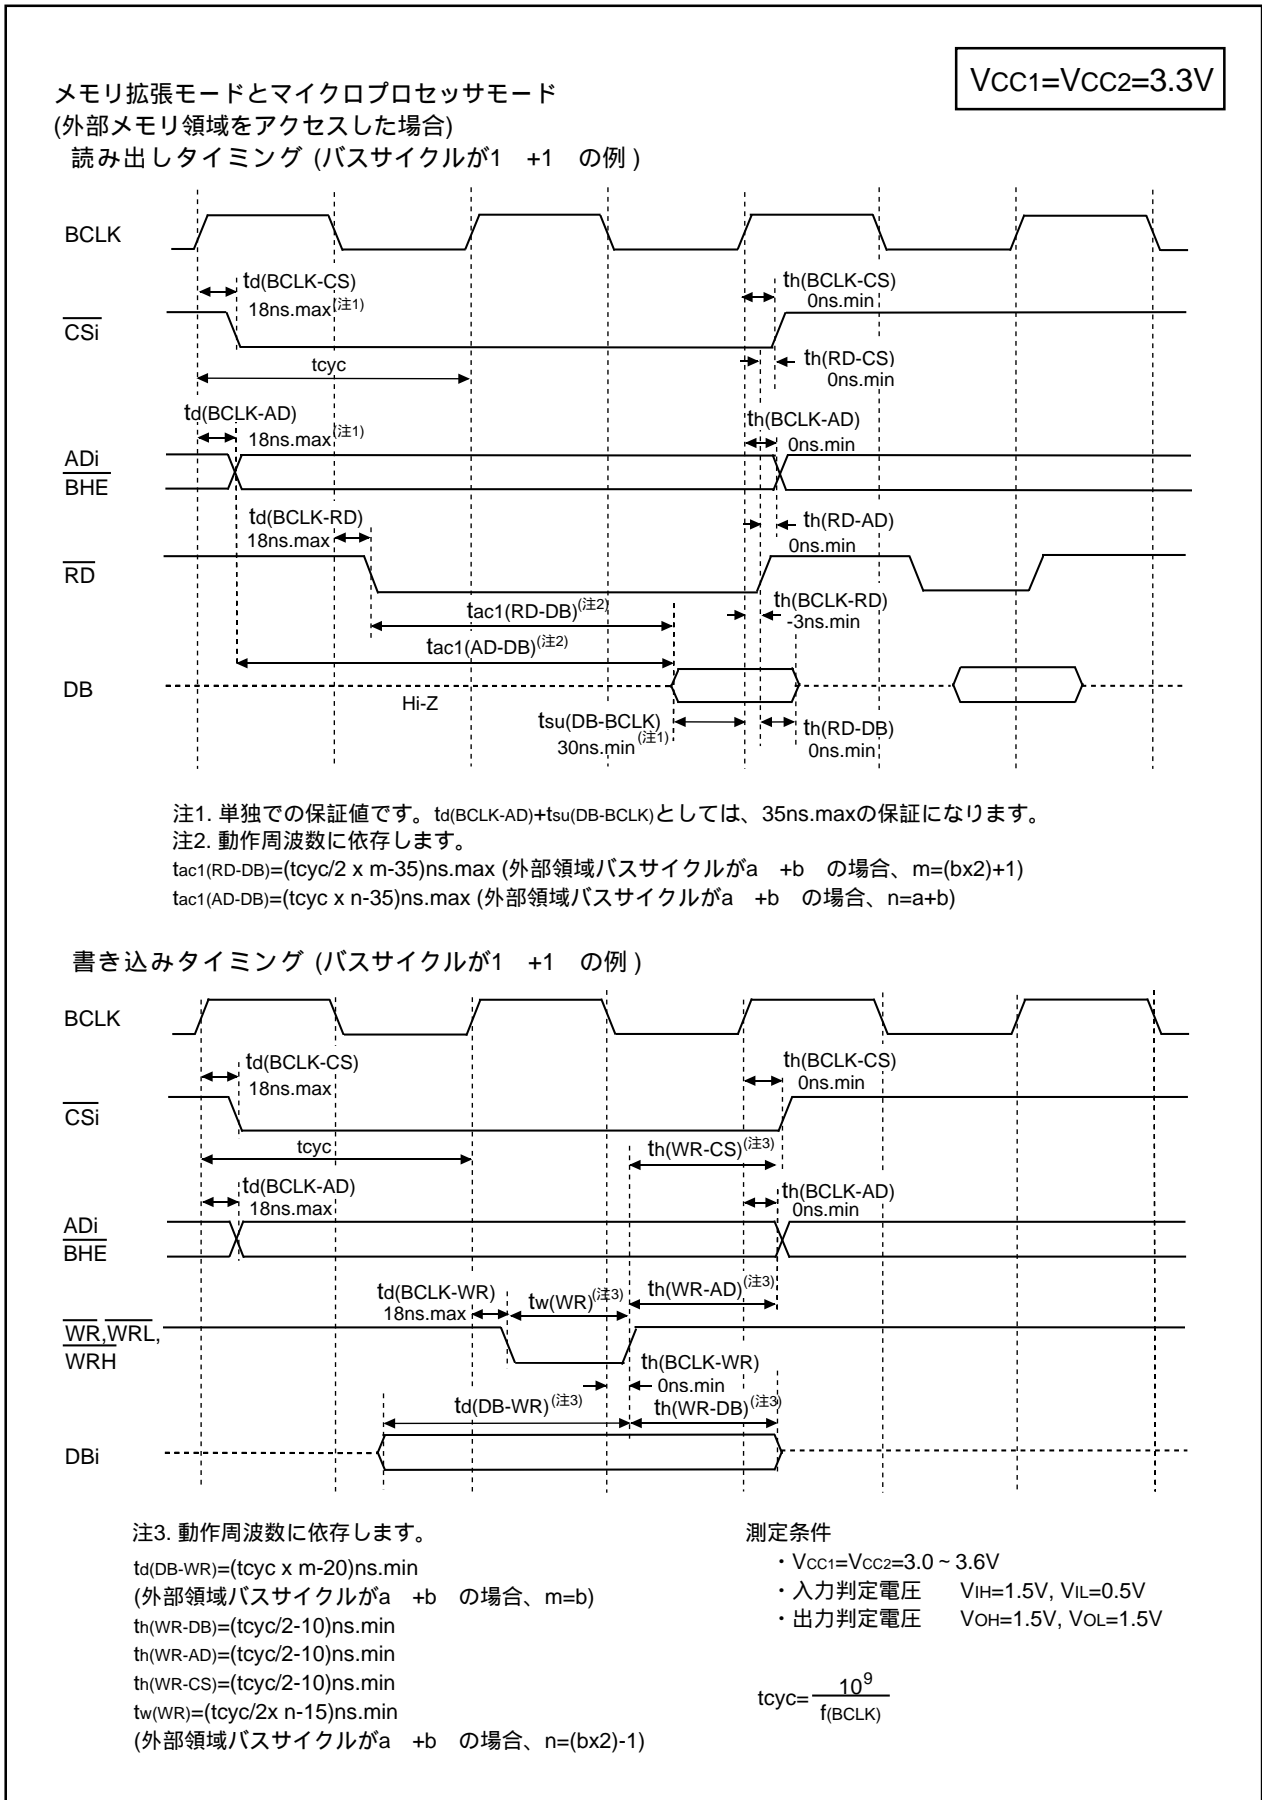

図5.6 VCC1=VCC2=3.3V時のタイミング図(1)
52	・ 図 5.6 VCC1=VCC2=3.3V 時のタイミング図(1) tcyc の式を追加